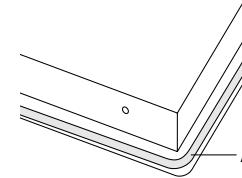

Fig. 4: Bande d'étanchéité
2. Enlevez la feuille de protection de la bande d'étanchéité (A) et collez la bande le plus possible à l'extérieur, sur la partie inférieure de la glace (voir fig. 4).